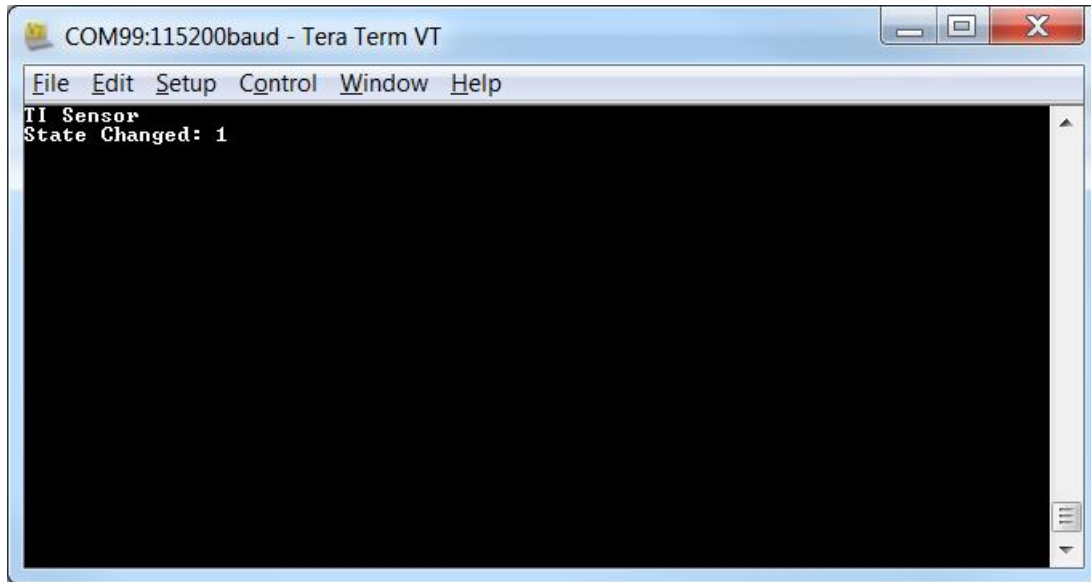

图 9. 传感器启动时的屏幕截图
2. 将第二个 LaunchPad (sensor-launchpad) 上电。此时，该器件尝试连入网络（确保收集器允许新器件连入网络）。图 9 所示为超级终端画面。